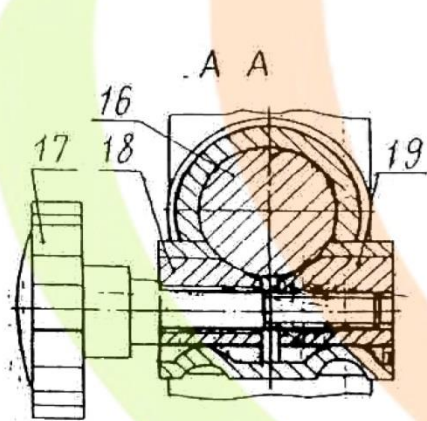

Рис. 4
6. После поворота вертлюга его зажим осуществляется рукояткой 17 (см. рис. 4) с помощью клиновых втулок 18, 19.